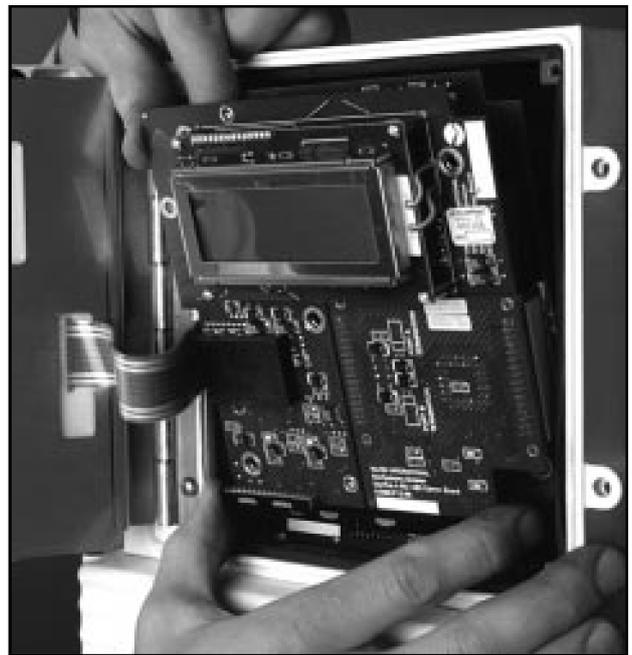

Fig. 14 : Remplacement des cartes
2. Une fois les sept vis Phillips enlevées, les cartes peuvent être sorties du carter. Débrancher les connecteurs des cartes. En retirant le connecteur de la carte, défaire prudemment les clips intégrés (voir fig. 14).